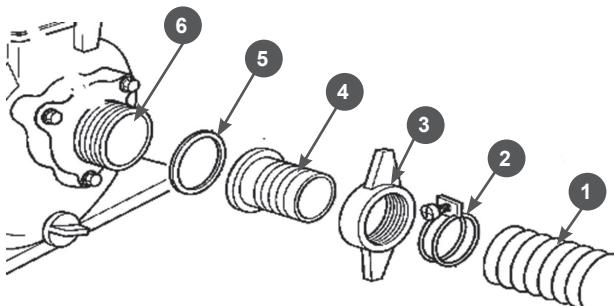

Рис.10
Установите всасывающий патрубок(4) через уплотнительную прокладку (5) к фланцу насоса(6) и плотно затяните гайку фланца(3). Рис.10. Наденьте до упора всасывающий рукав(1) на патрубок и затяните его хомутом(2).